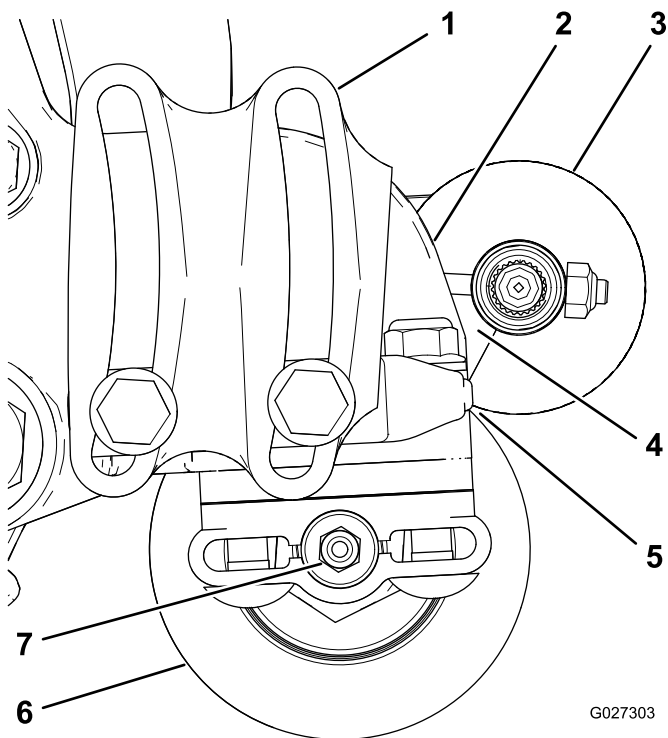

Bild 10
2. Positionieren Sie die Rollenbürste so, dass sie die Heckrolle berührt oder aufliegt (**Bild 10**).